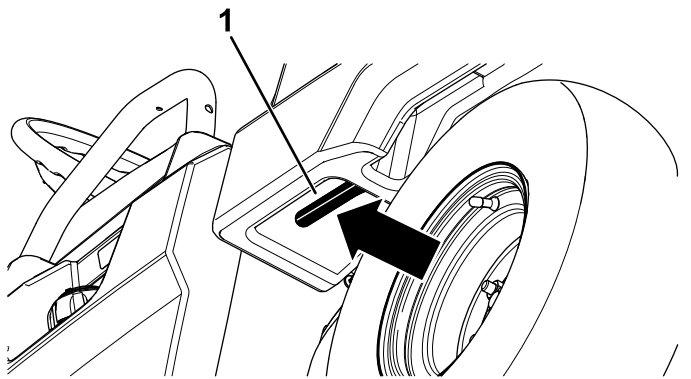

図 15
1. 荷台内側左にあるレバーを引いて荷台を持ち上げる図 15。
1. ラッチバーを引き上げて荷台を少し持ち上げる図 15。